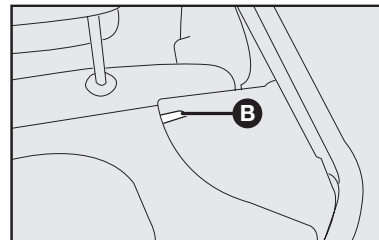

fig. 105
- 2) Suelte los pernos **B-fig. 105** de la repisa trasera de sus propios alojamientos y luego quítela.